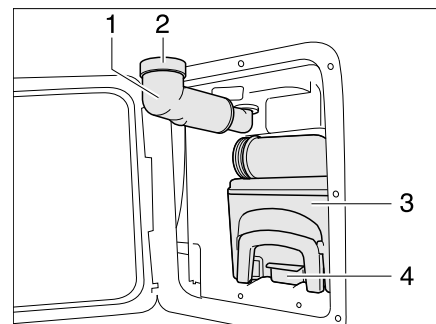

Bild 159 Thetford-Kassette
- Frischwasser-Einfüllstutzen (Bild 159,1) nach außen schwenken.
- Schraubkappe (Bild 159,2) abnehmen.